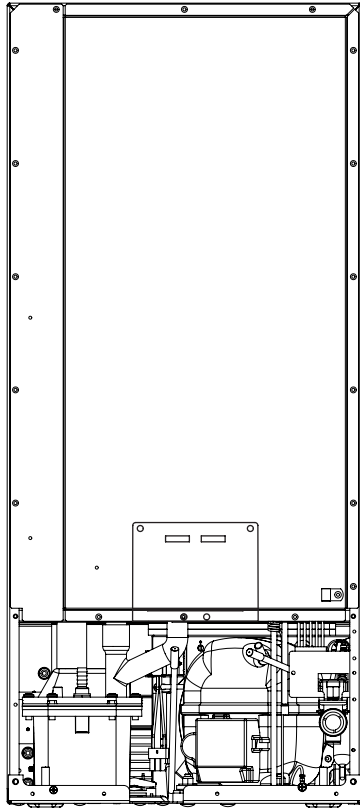

Figure 48
7. Débranchez la conduite de sortie de la vanne d'eau vers le réservoir, et drainez l'eau résiduelle de la zone de piège de la conduite d'eau (Voyez les Figures 48 et 48a).
8. Reconnectez la conduite d'eau de sortie de vanne d'eau (Voyez les Figures 48 et 48a).